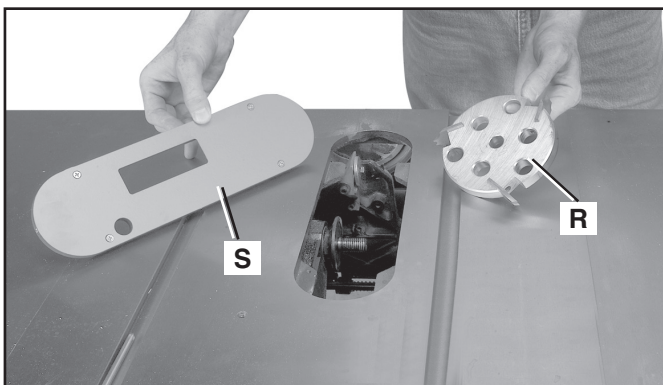

FIG. 70
⚠ AVERTISSEMENT : Ne jamais utiliser une fraise à moulurer (R) Fig. 70 en position de biseau. De plus, utiliser l'insert de table accessoire (S) pour la fraise à moulurer au lieu de l'insert standard de la table.
1. La fig. 70 montre une fraise à moulurer (R) assemblée sur l'axe de la scie. De plus, utiliser l'insert de table accessoire (S) pour la fraise à moulurer au lieu de l'insert standard de la table.